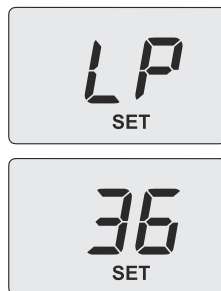

Рисунок 7.5
На дисплеї з'явиться повідомлення SET (налаштовано) (Рисунок 7.5).
- Після встановлення значення 1 (очищення димаря ввімкнено в мінімальному режимі ГВП) натисніть кнопку 14 для підтвердження. На дисплеї з'явиться LP, що чергується з мінімальною температурою ГВП (Рисунок 7.5).